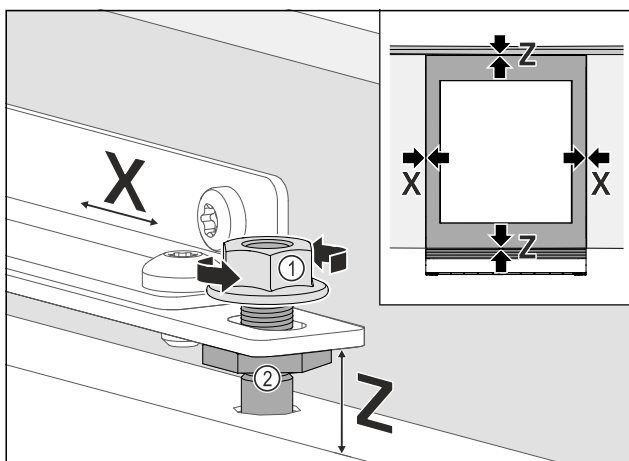

Fig. 104
- ▶ Nábytková dvířka vyrovnejte stranově: Uvolněte pojistné matice Fig. 104 (1), nábytková dvířka posuňte ve směru X.
- ▶ Pojistné matice Fig. 104 (1) dotáhněte.
- ▶ Nábytková dvířka vyrovnejte ve výšce Z a ve stranovém sklonu: Ustavovací čepy Fig. 104 (2) nastavte.